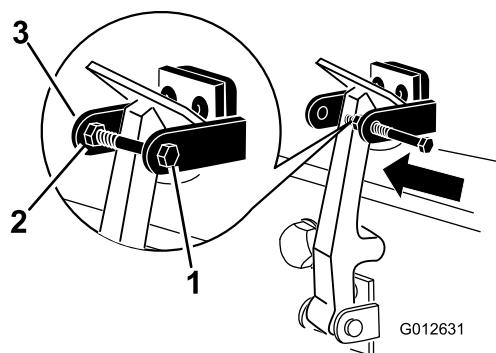

Figura 6
9. Monte o parafuso através do outro braço do suporte do trinco CE e prenda o parafuso com a porca de bloqueio e a anilha (Figura 6).